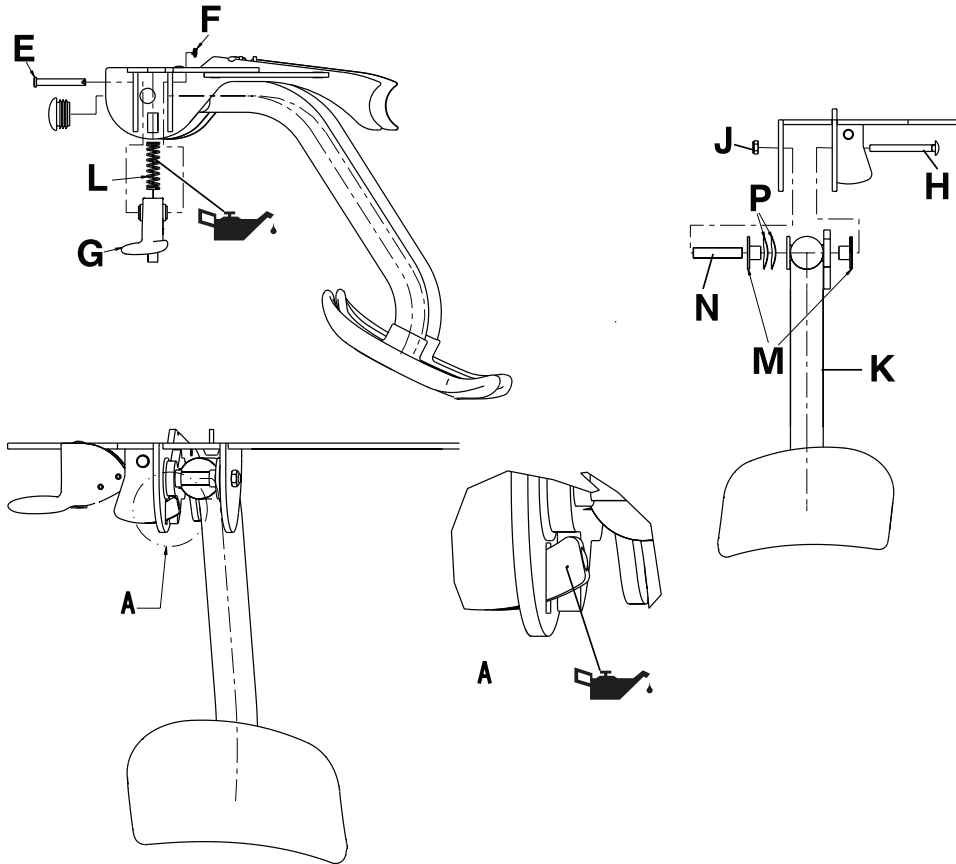

Figura 6-37: Componenti di un poggiatesta
6. Con le pinze ad ago rimuovere la copiglia Rue Ring (F) e la spina (E) che fissano il meccanismo di blocco del poggia gamba (G) da entrambi i lati della piastra di montaggio dei poggia gamba (D). Rimuovere i meccanismi di blocco dei poggia gamba (G) e le molle a compressione (L) da entrambi i lati della piastra di montaggio dei poggia gamba (D) (Figura 6-37 a pagina 6-56). Mettere da parte i due meccanismi di blocco dei poggia gamba, le molle, le copiglie Rue Ring e le spine.
7. Con la chiave inglese da 7/16" rimuovere il dado esagonale autobloccante (J) e il bullone (H) che fissano il poggia gamba (K) alla piastra di montaggio dei poggia gamba (Figura 6-37 a pagina 6-56).
8. Smontando il poggia gamba vengono rimosse anche due rondelle (P), due boccole (M) e un perno distanziatore (N) (Figura 6-37 a pagina 6-56). Mettere da parte tutti i componenti.
- a. Lubrificare la molla di compressione (L) e l'estremità del meccanismo di blocco (Figura 6-37 a pagina 6-56) con lubrificante Syntech, se necessario.
- b. Applicare le rondelle (P) sulle boccole (M) prima di inserirle nel poggia gamba.
2. Con la chiave combinata da 7/16" serrare o allentare il dado esagonale autobloccante con inserto in nylon (J) di un quarto di giro alla volta. (Figura 6-37 a pagina 6-56).